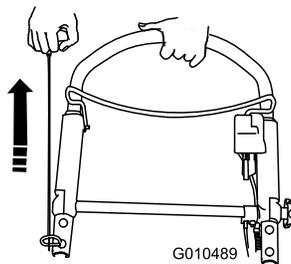

Figura 19
3. Tirate la maniglia di avviamento (Figura 19).